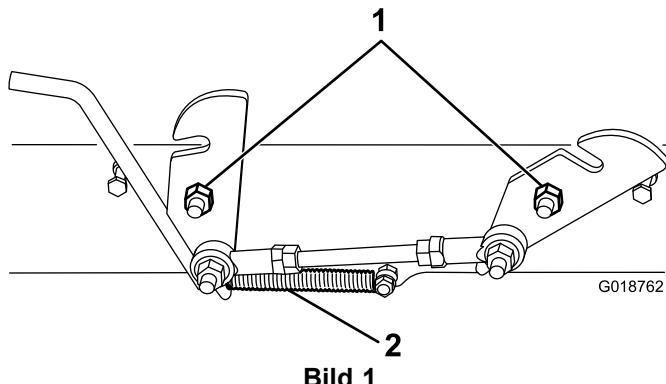

Bild 1
1. Haken Sie die Feder in der Arretierung ein (Bild 1).